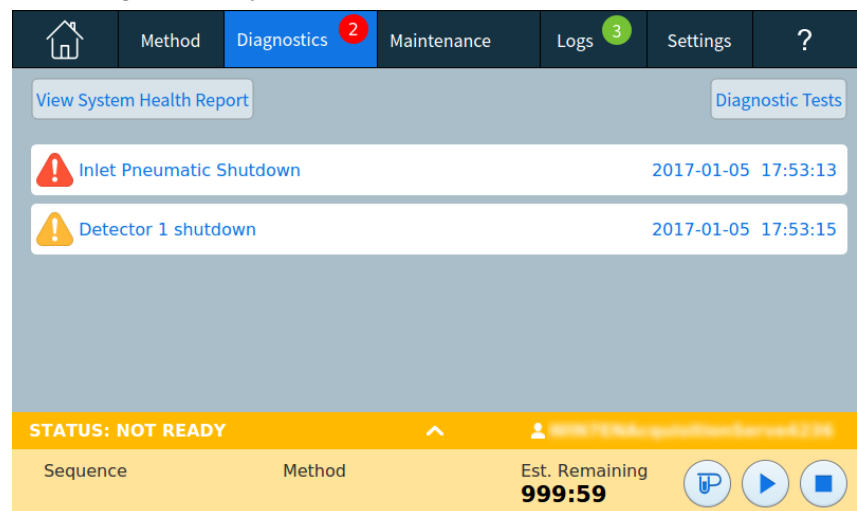

Abbildung 23 Ansicht „Diagnostics“
Darüber hinaus bietet die Ansicht eine Liste aller aktuellen Warnungen und Systemzustandsbericht. Siehe Abb. 23.
- 1 Tippen Sie auf dem Touchscreen auf **Diagnostics**. Die Ansicht „Diagnostics“ wird eingeblendet. Siehe Abb. 23. Die Ansicht enthält eine Liste aller aktuellen Warnungen.